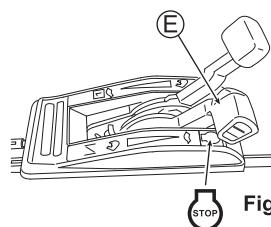

Fig. 14
2. Placez la manette des gaz (E) sur "". (Voir Fig. 14)